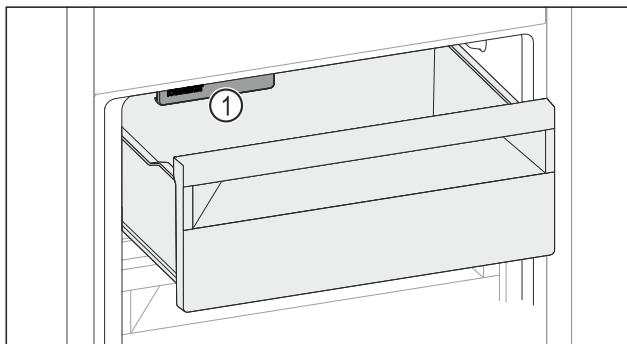

Fig. 145
► IceMaker Fig. 145 (1) berücksichtigen.